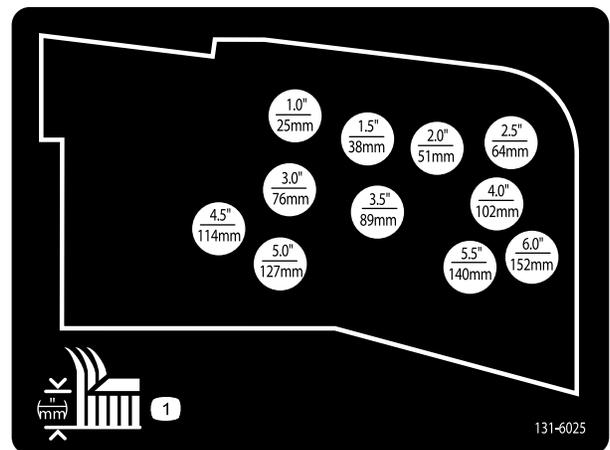

Bild 36
10. Montieren Sie die Schnitthöhenketten im gewünschten Schnitthöhenloch und befestigen sie mit dem Splint und dem Lastösenbolzen (Bild 36).